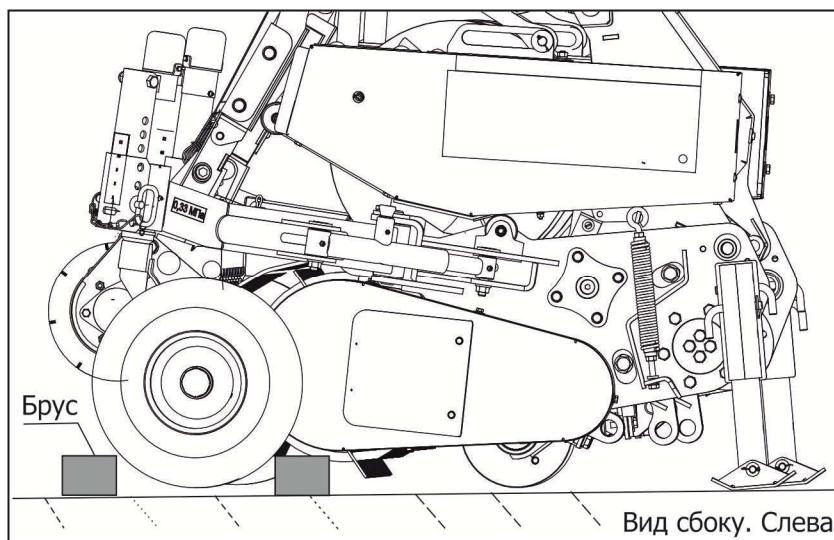

Рисунок 8.2
8.6 **ВАЖНО!** ЕСЛИ КОЛЕСА ПОДБОРЩИКА ЗАФИКСИРОВАНЫ В ТРАНСПОРТНОМ ПОЛОЖЕНИИ (ВО ИЗБЕЖАНИЕ УПИРАНИЯ ПАЛЬЦЕВ ПОДБИРАЮЩЕГО УСТРОЙСТВА В ШИНУ КОЛЕСА И ПОВРЕЖДЕНИЯ КОЛЕС), НЕОБХОДИМО ПРИ ПОСТАНОВКЕ НА ХРАНЕНИЕ ИЛИ ПРИ ПЕРЕВОЗКЕ В КУЗОВЕ ТРАНСПОРТА, ЗАФИКСИРОВАТЬ КОЛЕСА ПРОТИВООТКАТНЫМИ УПОРАМИ ИЛИ БРУСКАМИ (рисунок 8.2).